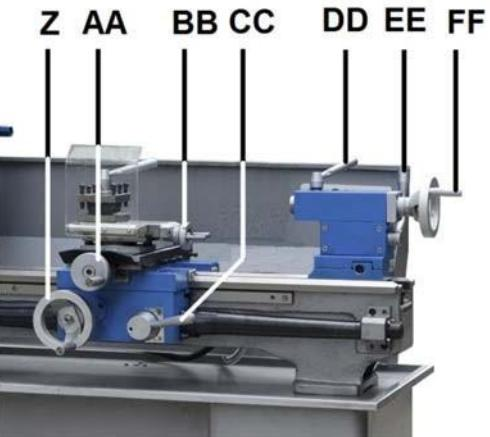

Abb. 10-6: Bedienelemente der Maschine
Schlosskastenverstellweg (Z, Abb. 10-6), Querverfahrweg (AA) und Oberschlittenverfahrweg (BB) können auf Längs- und Planvorschub eingestellt werden.
Den Mutterschlosshebel (CC, Abb. 10-6) nach unten drücken, um den automatischen Längsvorschub zu aktivieren. Zum Deaktivieren nach oben drücken.
Die Halbmutter (CC, Abb. 10-6) einrücken.